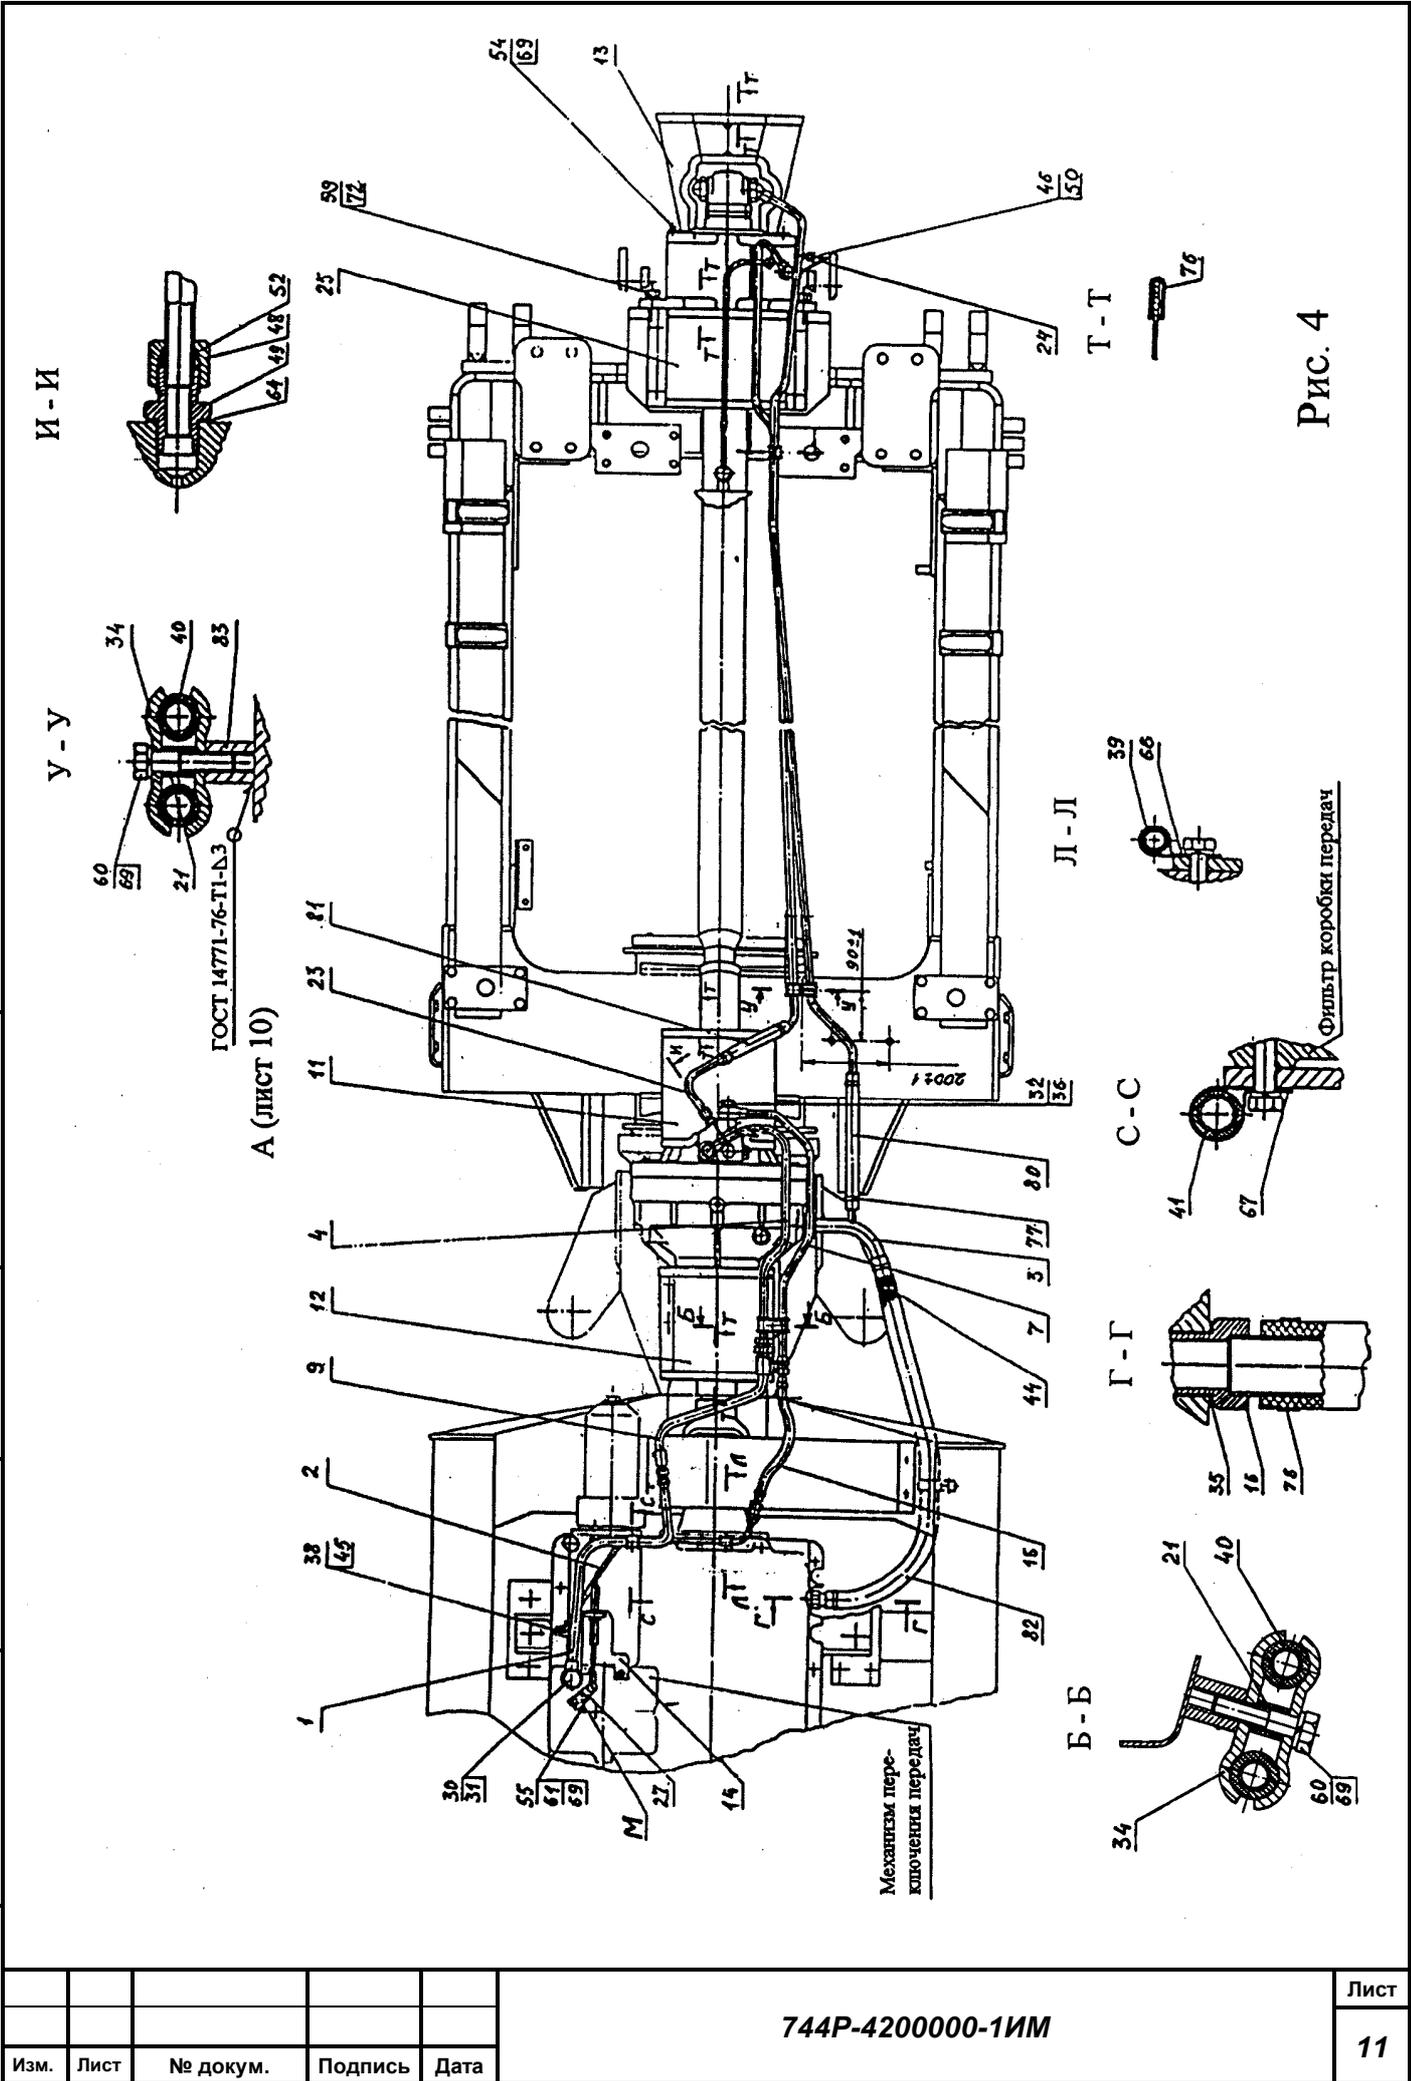

Рис. 4
– для крепления труб поз. 5, 6 приварить бонку поз. 83 по координатам, указанным на рис. 4;